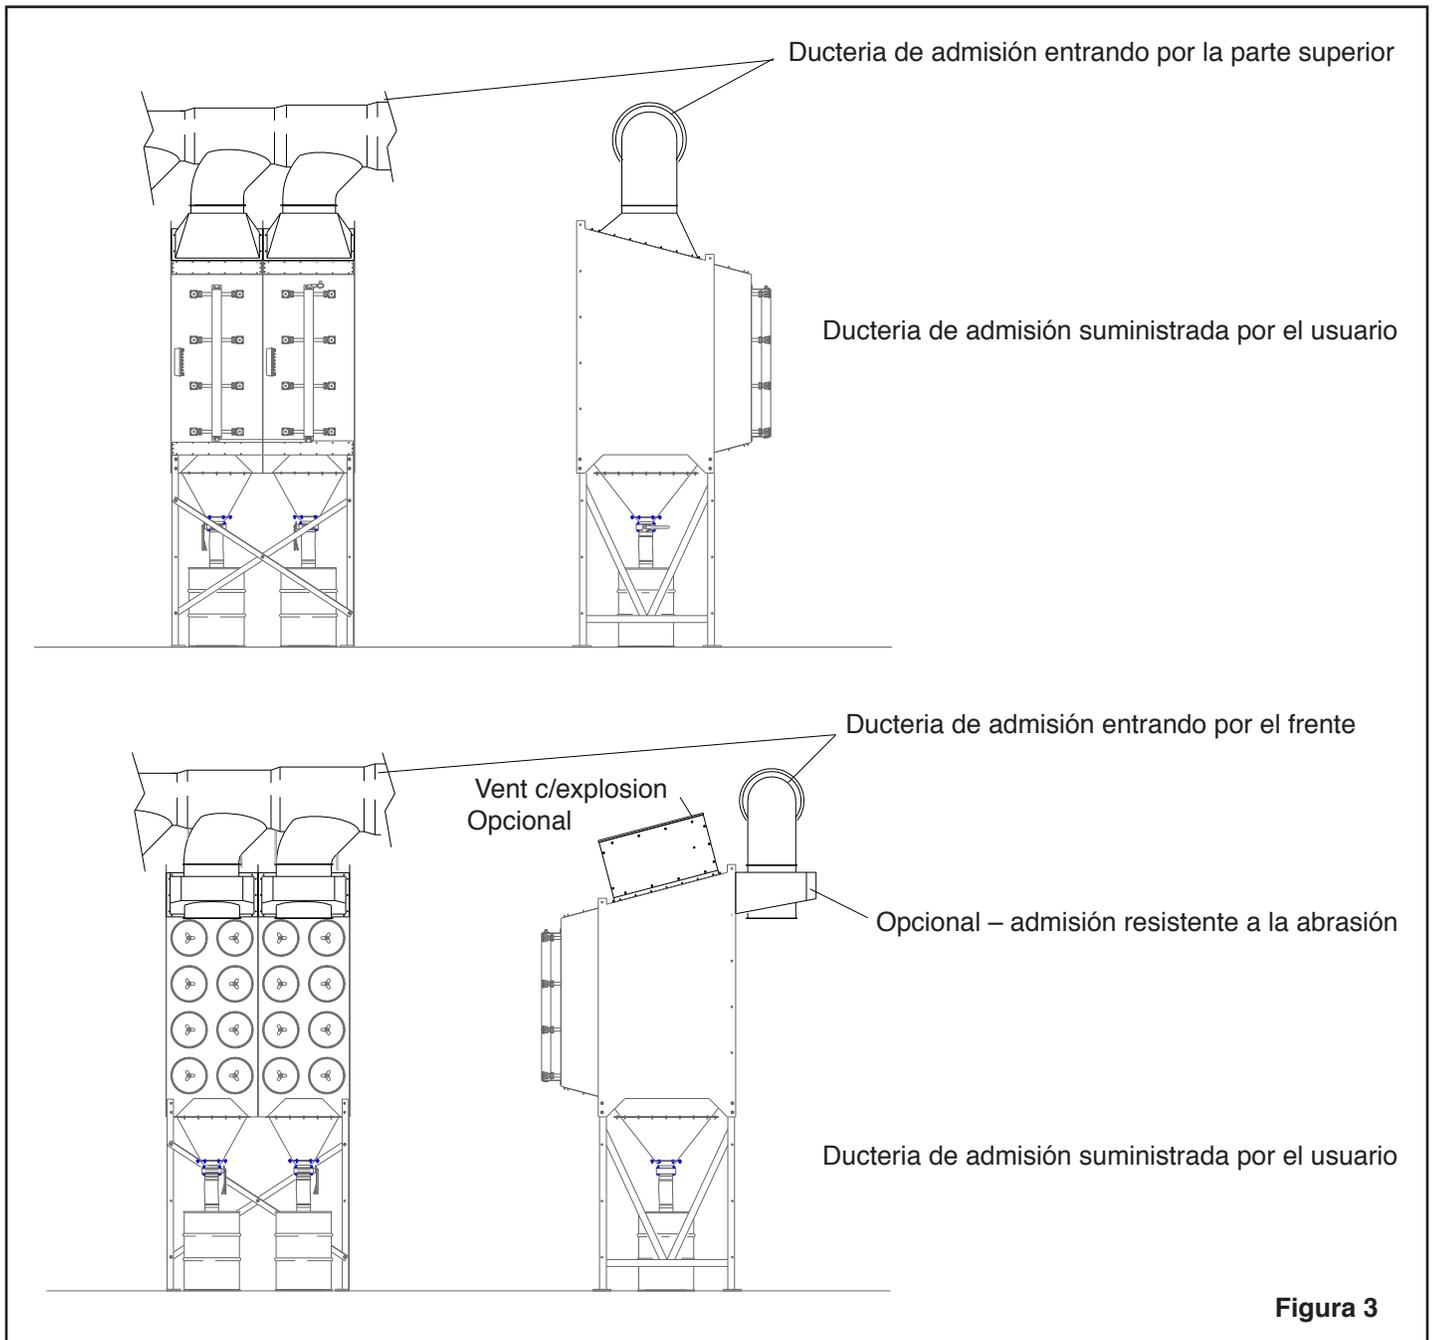

Figura 3
**2.6.4.1** La ilustración en la Figura 3 muestra una típica ducteria de entrada. La ilustración es para referencia solamente. No debe utilizarse para fabricar ducterias específicas.